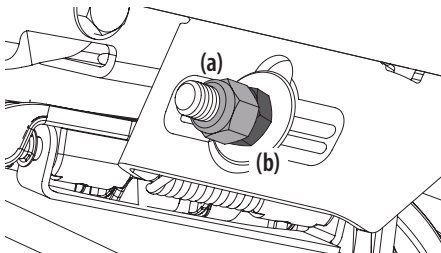

Figure 39
5. Pour relever l'avant du plateau, retirez l'embout, desserrez le contre-écrou extérieur (a), puis serrez (vissez à l'intérieur) l'écrou intérieur (b) contre le support de suspension avant. Consultez la Figure 39. Si le réglage est correct, resserrez le contre-écrou extérieur (a) et remettez l'embout en place.
6. Pour **abaisser** l'avant du plateau, retirez l'embout, desserrez le contre-écrou extérieur (a), puis desserrez (vissez à l'extérieur) l'écrou intérieur (b) à l'écart du support de suspension avant. Consultez la Figure 39. Si le réglage est correct, resserrez le contre-écrou extérieur (a) à 77 N-m (57 pi-lb) et remettez l'embout en place.